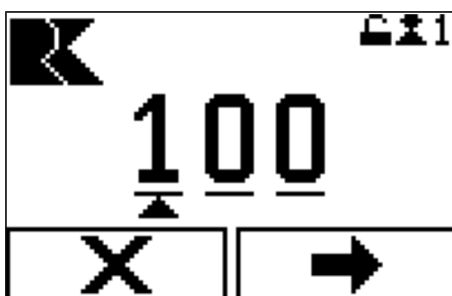

Fig. 43: Entering a value
3. → Set the absolute target position (Fig. 43).